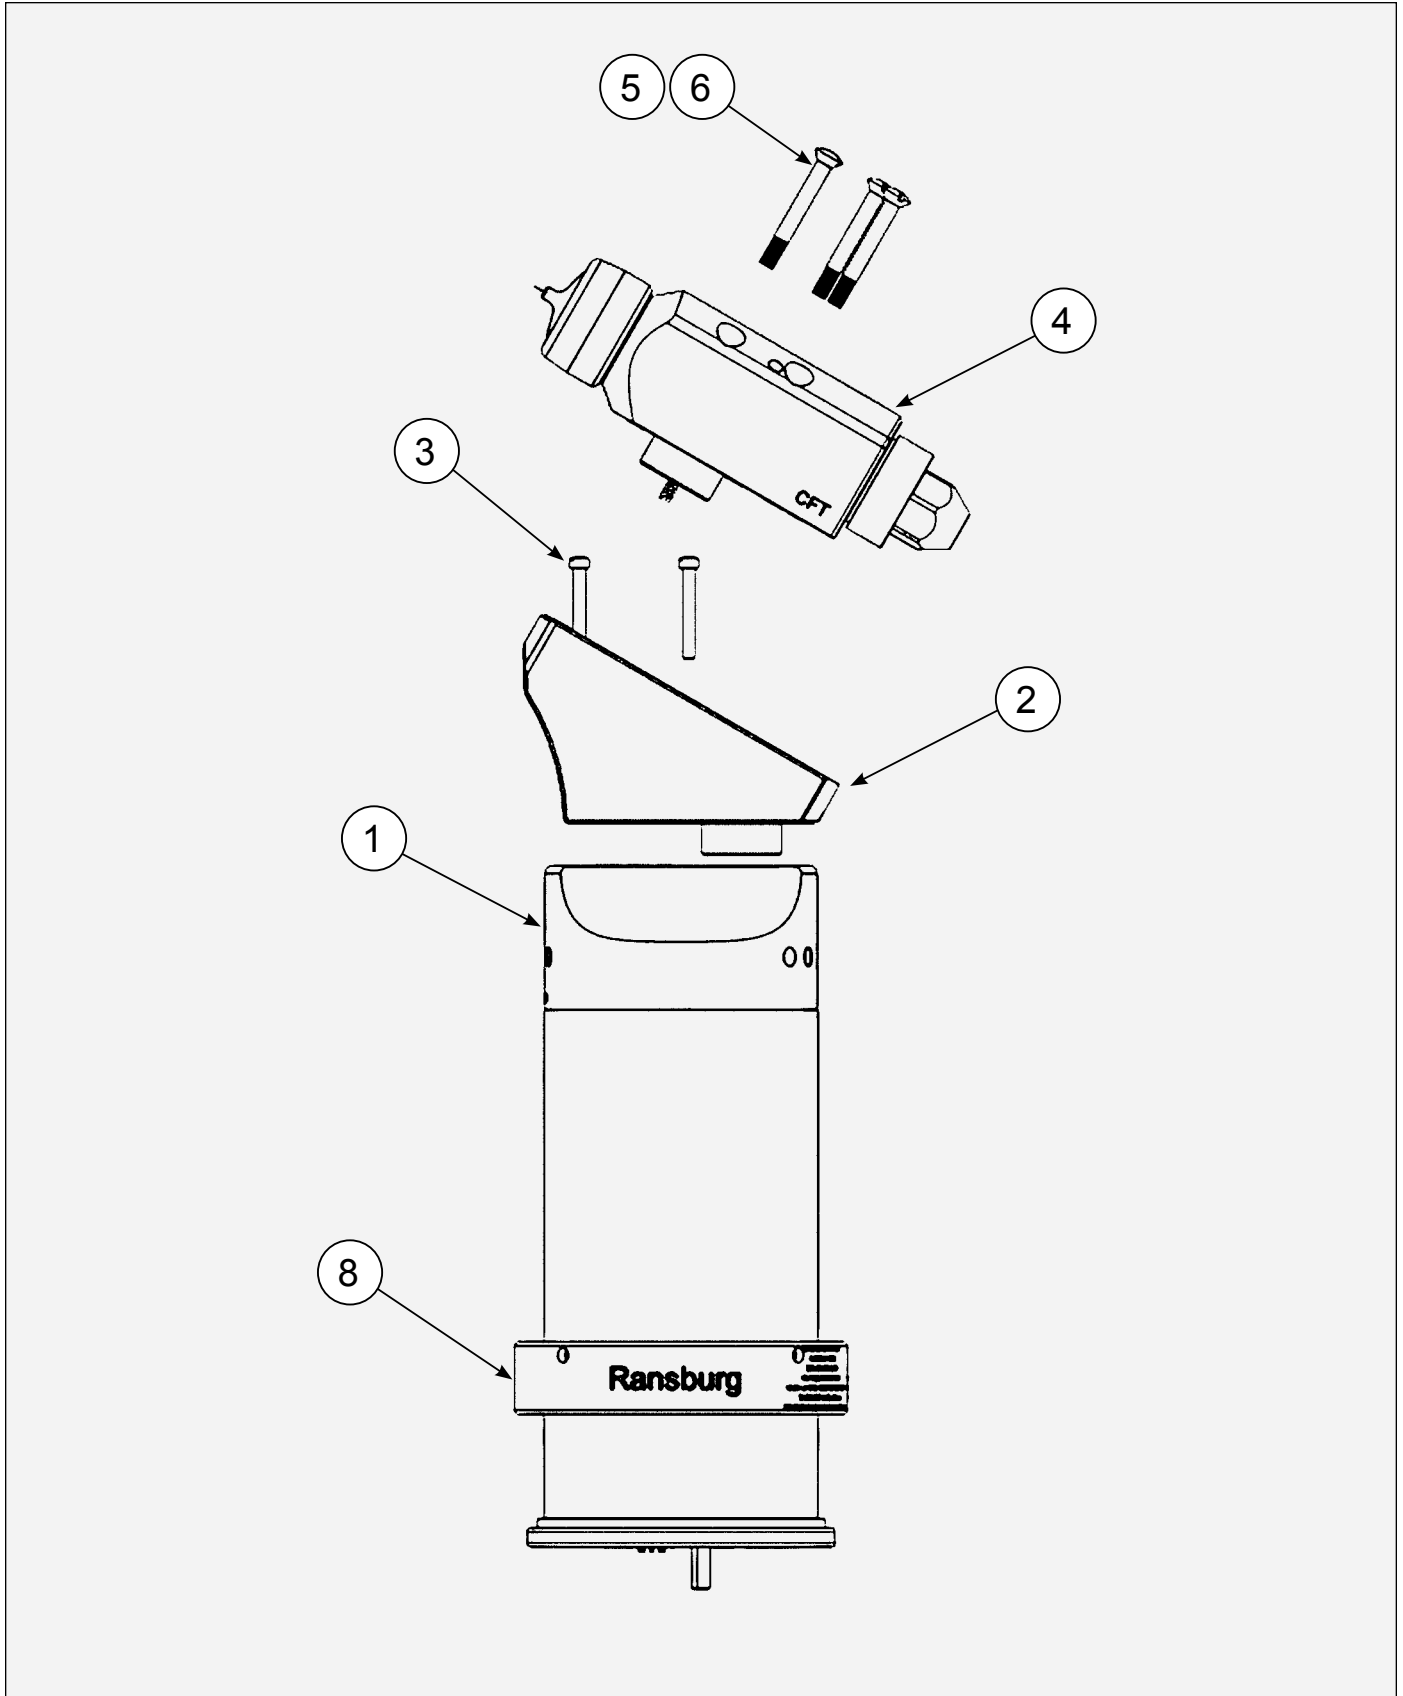

Figura 16: Conjunto del aplicador de cabezal único de 60° de doble purga Evolver Serie 500
15. Vuelva a colocar el cabezal de rociado en el bloque del colector alineando la clavija de conexión en la cavidad del bloque de montaje, y fije con cuatro pernos tal y como se muestra en la **Figura 16**.